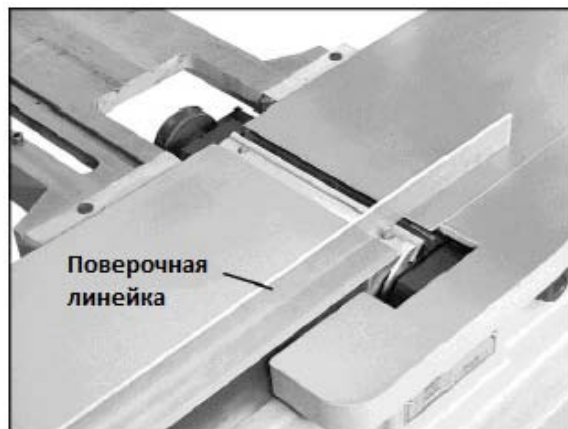

Рис. 11
5. Положите на стол разгрузки поверочную линейку так, чтобы она также располагалась и над столом подачи. См. Рис. 11.